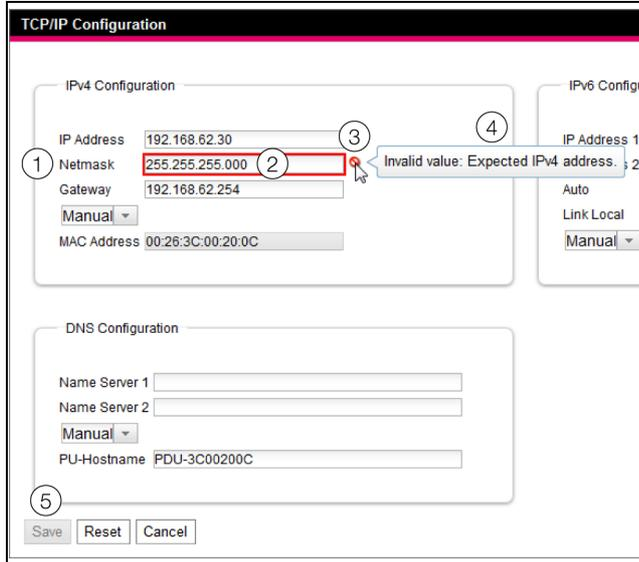

Abb. 53: Anzeige einer fehlerhaften Eingabe
- Hinter dem fehlerhaften Eintrag (Abb. 53, Pos. 2) im Feld **Netmask** (Abb. 53, Pos. 1) erscheint ein rotes „Verbotssymbol“ (Abb. 53, Pos. 3).
- Wenn Sie den Mauszeiger über das Verbotssymbol setzen, erscheint ein Hinweis mit Zusatzinformationen zum Fehler (Abb. 53, Pos. 4).
- Die Schaltfläche **Save** ist deaktiviert (Abb. 53, Pos. 5), so dass die aktuell hinterlegten Werte so nicht abgespeichert werden können.